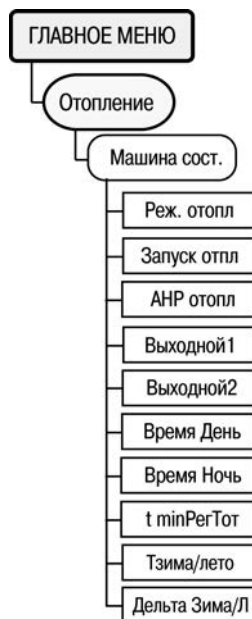

Рисунок 6.15
6.11.20 **Машина состояний** отвечает за выбор необходимого режима работы контура отопления в составе системы. Для корректной работы прибора в системе необходимо задать значения параметров, описывающих эксплуатационные параметры системы. Для задания параметров **Машины состояний** служит пункт меню //Отопление/Машина сост. (рисунок 6.15).